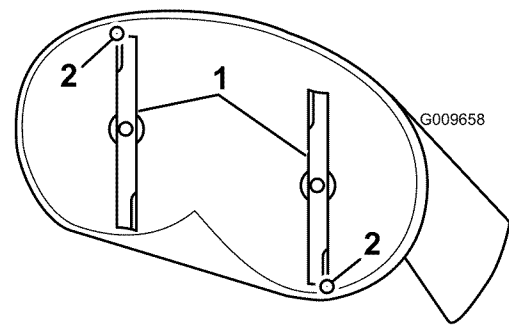
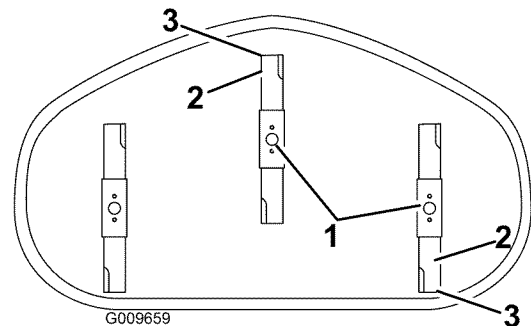

Figura 56
Figura 57
4. Gire cuidadosamente las cuchillas colocándolas en el sentido de avance de la máquina (Figura 56 y Figura 57).
5. Mida entre la punta de la cuchilla delantera y la superficie plana y entre la punta de la cuchilla trasera y la superficie plana (Figura 56 y Figura 57). Si la punta de la cuchilla delantera no está entre 1,6 y 7,9 mm (1/16 y 5/16 pulg.) más baja que la punta de la cuchilla trasera, ajuste la contratuerca delantera.
8. Compruebe la inclinación longitudinal de nuevo después del ajuste. Siga ajustando la tuerca hasta que la punta de la cuchilla más avanzada esté entre 1,6–7,9 mm (1/16 y 5/16 pulgada) más baja que la punta de la cuchilla más atrasada (Figura 56 y Figura 57).